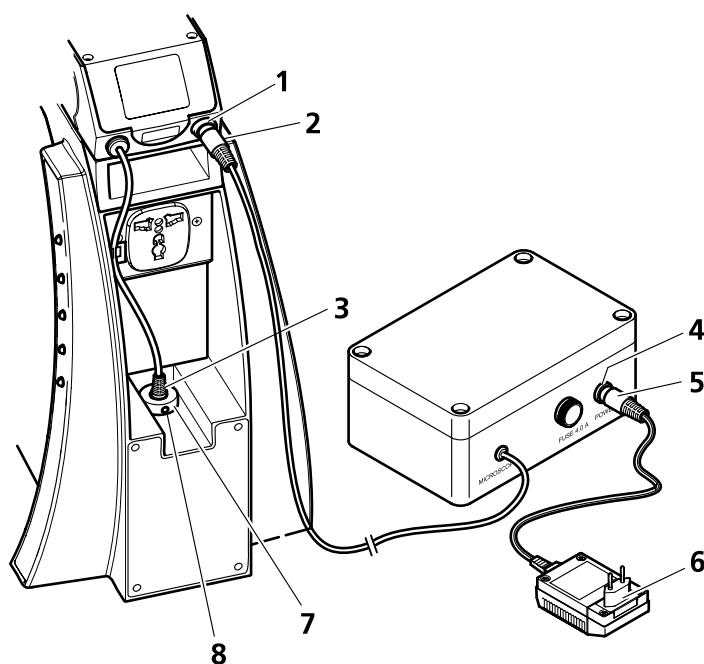

Figura 13 Conectar la fuente de alimentación con pilas
- Desenchufar el conector (Figura 13/5) que pertenece a la unidad alimentadora enchufable (Figura 13/6) del clavijero de conexión (Figura 13/1) del dispositivo de luz reflejada para enchufarlo en el clavijero de conexión de la fuente de alimentación con pilas (Figura 13/4). El conector del dispositivo de luz reflejada (Figura 13/3) ya se encuentra en el clavijero de conexión del microscopio (Figura 13/7).
- Enchufar el conector (Figura 13/2) de la fuente de alimentación con pilas en el clavijero de conexión (Figura 13/1) del dispositivo de luz reflejada.
- Enchufar la unidad alimentadora enchufable (Figura 13/6) en una caja de enchufe de la red.
- Aflojar en el lado posterior del aparato el tornillo prisionero (Figura 13/8) para sacar el conector (Figura 13/5) que pertenece a la unidad alimentadora enchufable (Figura 13/6) del clavijero de conexión (Figura 13/7) del microscopio.
- Enchufar el conector de la unidad alimentadora enchufable en el clavijero de conexión de la fuente de alimentación con pilas (Figura 13/4).
- Enchufar el conector de la fuente de alimentación con pilas (Figura 13/2) en el clavijero de conexión (Figura 13/7) del estativo y apretar el tornillo prisionero (Figura 13/8).